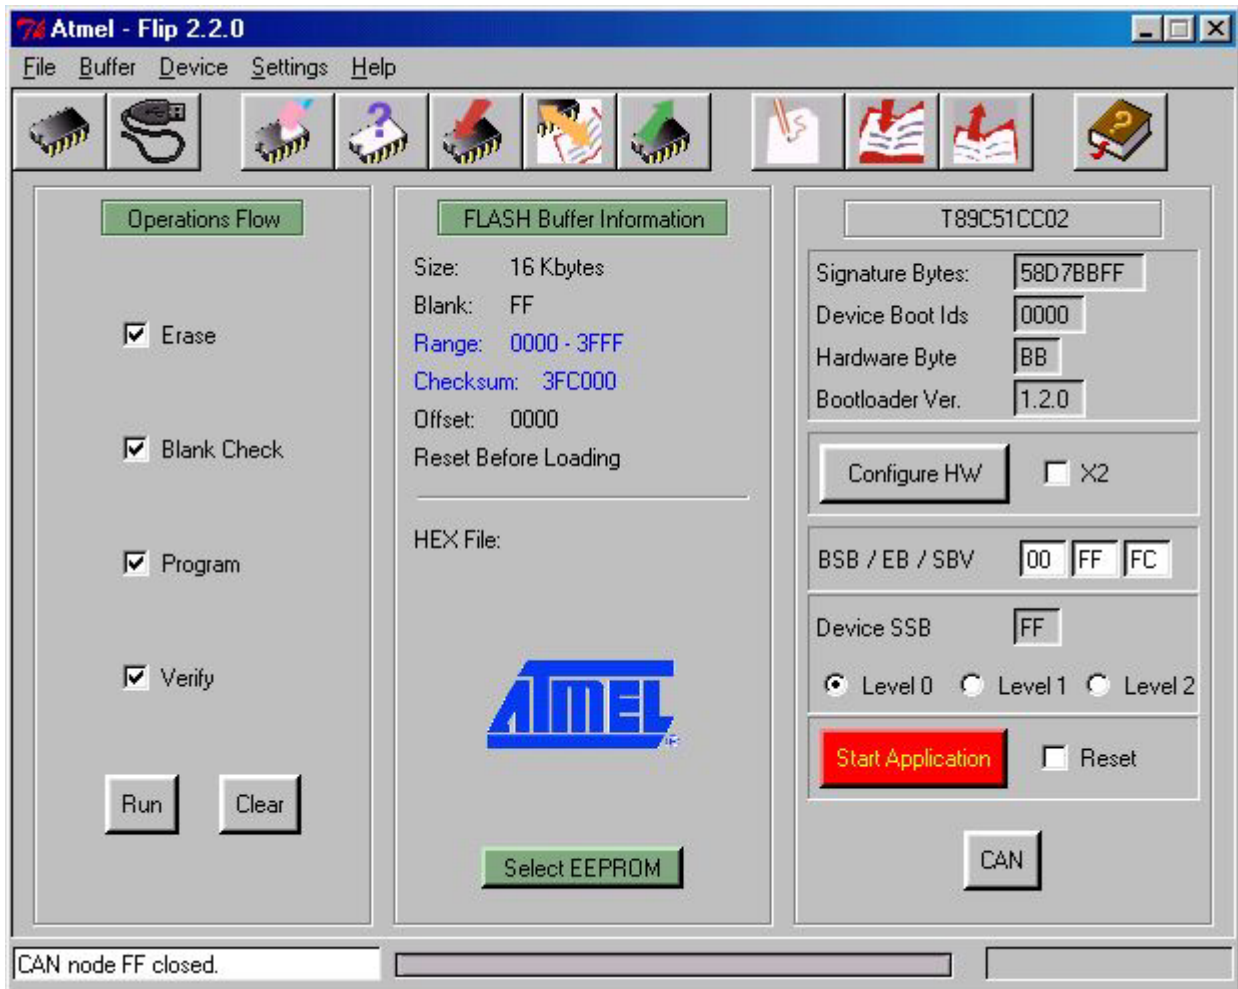

FIGURA 24: FINESTRA SETTAGGIO FLIP (3 DI 3)
- B9) Assicurarsi che nel riquadro "AT89C51CC02" le caselle di testo si popolino analogamente a come si può vedere in figura 24.